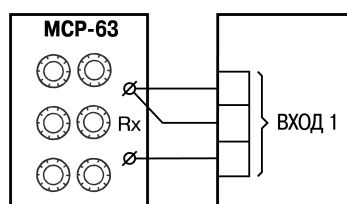

Рисунок 8.1 – Схема подключения магазина сопротивлений при юстировке
1. Подключить к Входу 1 прибора вместо датчика магазин сопротивлений типа МСР-63 (или подобный ему с классом точности не ниже 0,05), установив на нем значение 50,000 Ом. Соединить магазин с прибором по трехпроводной схеме (см. рисунок 8.1). Сопротивления проводов линии должны быть одинаковы и не должны превышать 15,0 Ом.